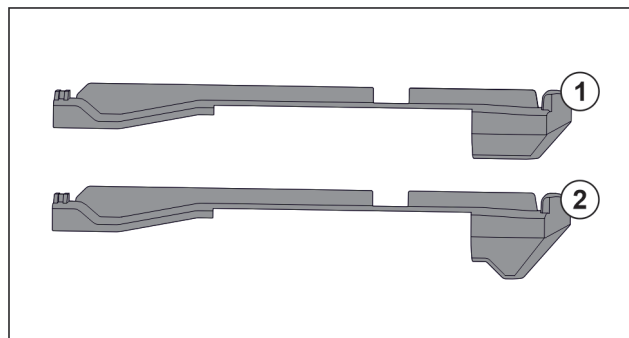

Fig. 36 Comparaison des éléments emboîtables
L'appareil comprend deux éléments emboîtables différents. L'élément emboîtable au-dessus du tiroir inférieur Fig. 36 (2) a un bord triangulaire. Tous les autres éléments emboîtables Fig. 36 (1) ont un bord droit.
- Poser l'élément emboîtable Fig. 36 (2) avec le bord triangulaire sur le tiroir inférieur.
- Poser l'élément emboîtable Fig. 36 (1) avec le bord droit à tous les autres endroits.